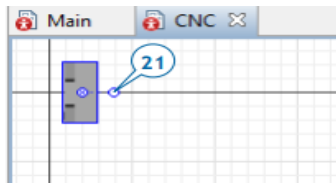

Рисунок 14.12 – Видиме поле
- у вікні *Visible* перейдіть до редактора динамічних значень і введіть *isIdle()* як динамічний вираз для властивості *Visible* форми (рис. 14.12).